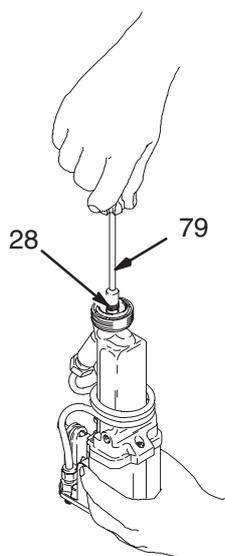

Fig. 23
3. Extraer el conjunto de la varilla de empaquetadura del producto (28) con la llave para tuercas hexagonal de 9 mm (79). Ver la Fig. 23.